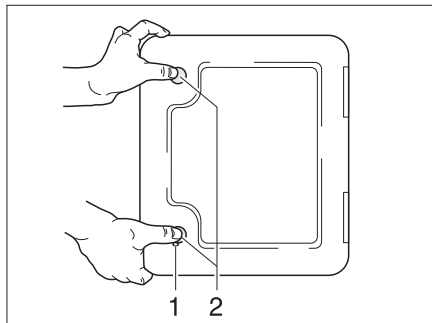

Bild 33 Lucka för toalett-kassett
- Stick in nyckeln i låscylindern i trycklåsets (Bild 33,1) och vrid ett kvarts varv.
- Tryck samtidigt in de två trycklåsen (Bild 33,2) med tummarna och öppna luckan för toalett-kassetten.
- Stick in nyckeln i låscylindern (Bild 33,1) och vrid ett kvarts varv.